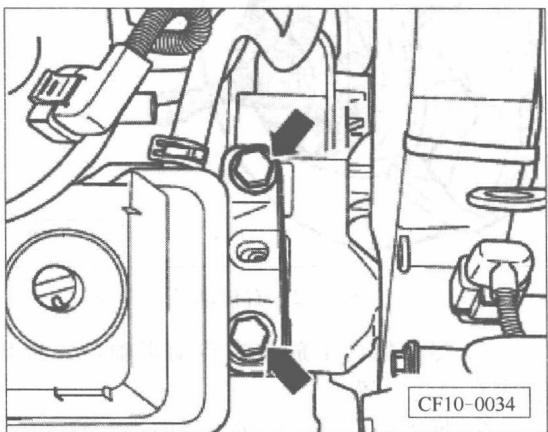

图 2-10 略微松动发动机总成支承螺栓
⑯ 将换挡拉线从变速箱上拆下来。
⑰ 仅将发动机总成支承螺栓（箭头）略微松动（少于 1 圈），见图 2-10。
㉒ 将发动机侧总成支承从上面的发动机支架上拧下（箭头），参考图 2-10。